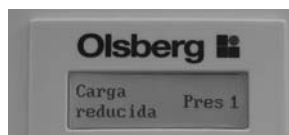

Fig.25
- pulsando + puede seleccionar el punto de menú "Programa de preselección reducción de grado de carga" (Fig.25) y seleccionar un programa con la tecla + o - (véase tabla 3 "Reducción del grado de carga programa de preselección"). Después puede adaptarlos individualmente al comportamiento de usuario mediante el punto de menú antes mencionado "OK = Cambio".